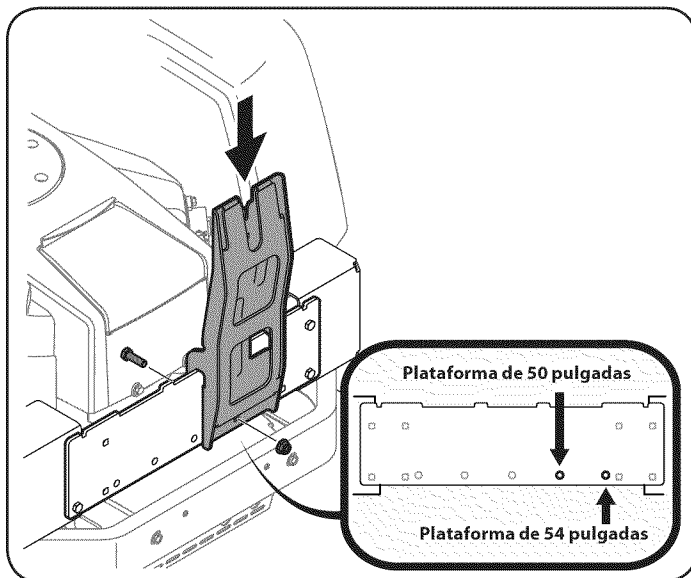

Figura 4
4. Instale la ménsula de soporte vertical en el conjunto de montaje sobre el tractor enganchándolo encima del conjunto de montaje tal como se muestra en la Figura 4.
5. Fije la ménsula de soporte vertical al conjunto de montaje en el orificio de montaje disponible para el tamaño de plataforma sobre la cual se está instalando esta embolsadora. Vea la ubicación adecuada de montaje en la Figura 4. Use un perno hexagonal 710-0376 y una tuerca de seguridad con brida 712-04063 del paquete de elementos de ferretería 689-00320.